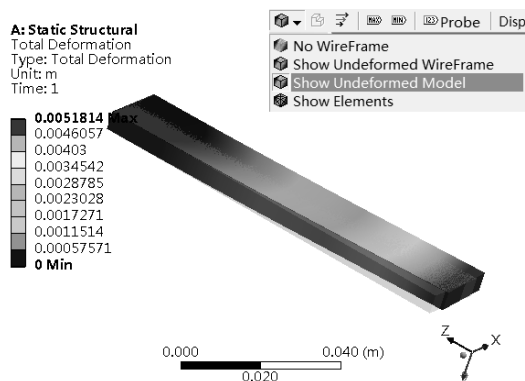

图 4-15 Show Underformed Model 方式
(3) Show Underformed Model : 显示未变形的模型, 如图 4-15 所示。